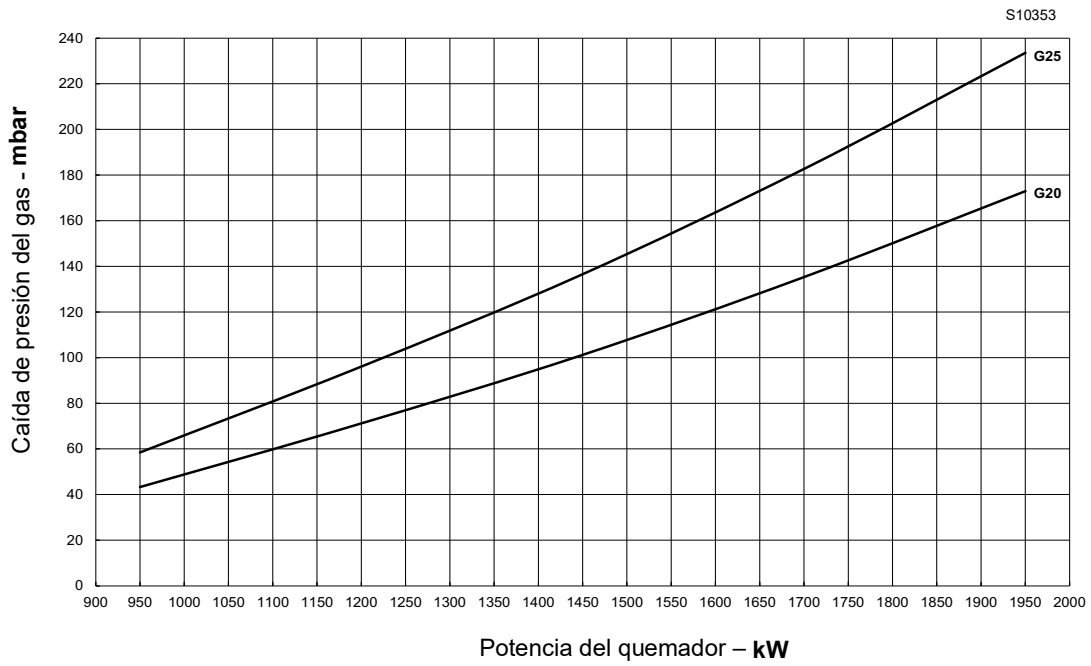
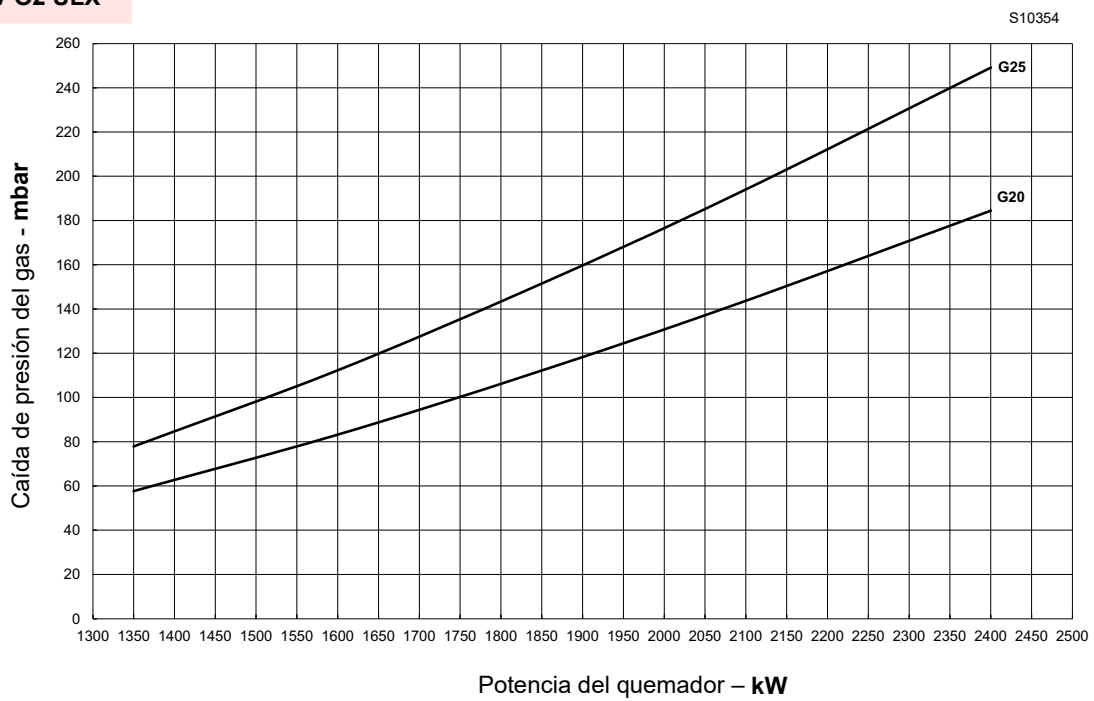

Fig. 27
Fig. 28
- Introducir el valor en mbar (Fig. 25, Fig. 26, Fig. 27 y Fig. 28) y leer la potencia correspondiente en la línea.
- encontrar el valor de potencia más cercano (Fig. 25, Fig. 26, Fig. 27 y Fig. 28).